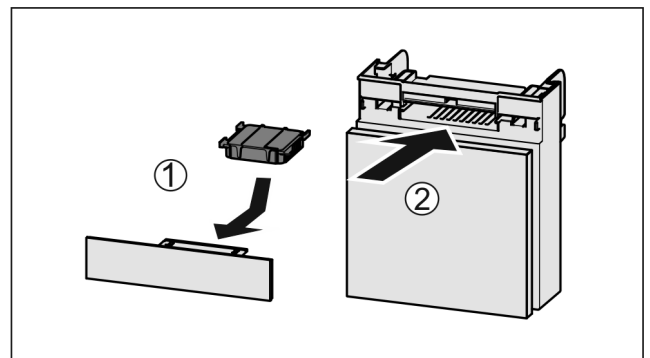

Fig. 100
- ▶ Поставете Fig. 100 (1) филтъра с активен въглен, както е показано на фигурата.
- ▶ Вкарайте Fig. 100 (2) отделението.